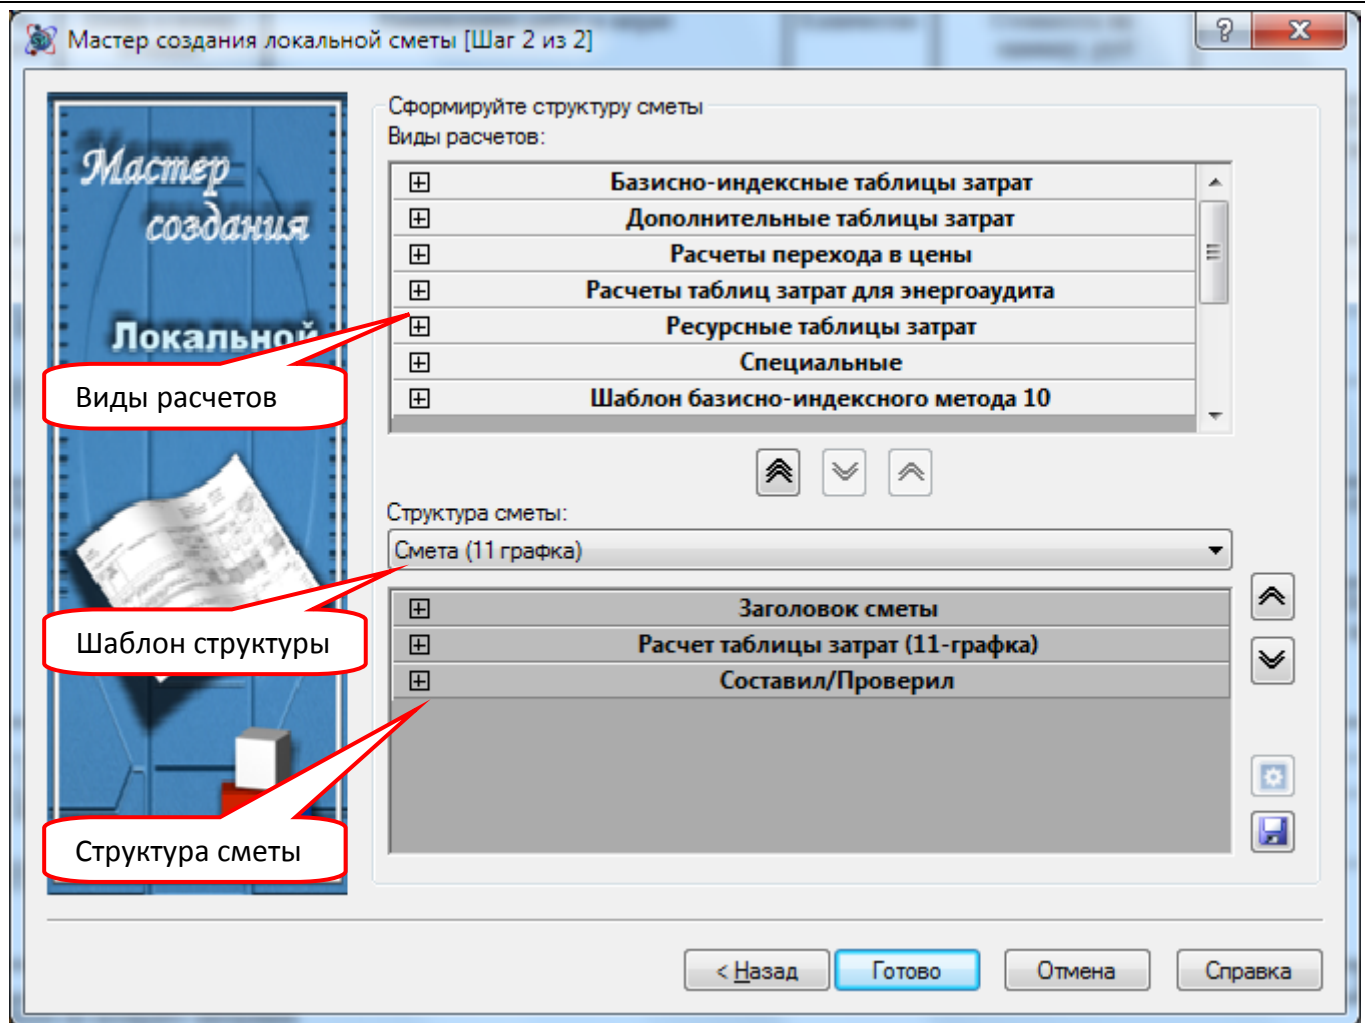

Рис. 3.4 Диалоговое окно Мастер создания локальной сметы (Шаг 2)
5. На втором шаге *Мастера создания локальной сметы* (рис. 3.4) производится формирование структуры расчетов создаваемой формы. При помощи списка Структура сметы необходимо выбрать шаблон, на основании которого будет сформирована структура локальной сметы. Подробнее о ручном формировании структуры локальной сметы и работе с шаблонами в разделе 4.2. Локальная смета.